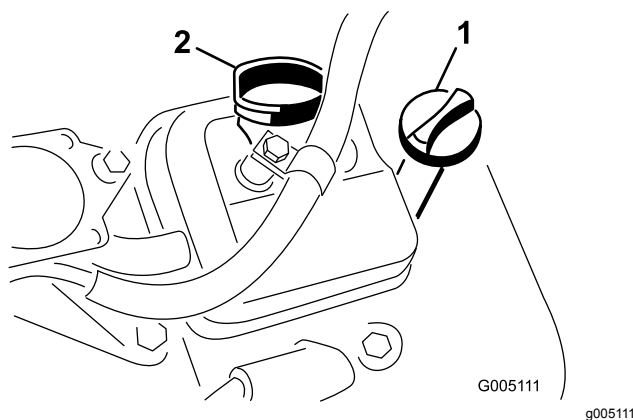

Figure 28
3. Remettez la jauge dans le tube et vissez-la dedans (Figure 28).